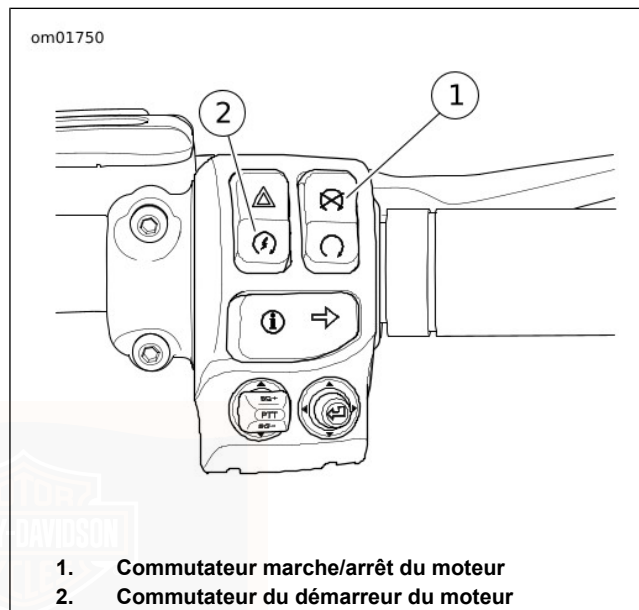

Figure 59. Commande de droite du guidon
2. Voir Figure 59. En présence d'un porte-clés du système de sécurité attribué, mettre le commutateur MARCHE/ARRÊT en position MARCHE.